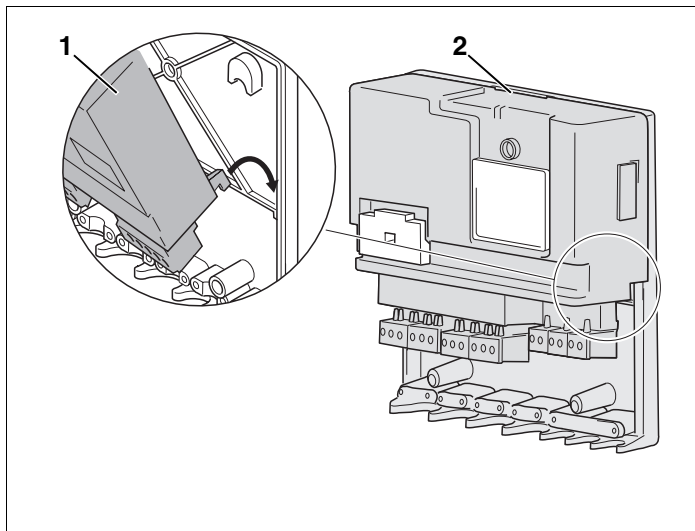

Рис. 10 Вставить и защелкнуть функциональный модуль
- Установить функциональный модуль (рис. 10, **поз. 1**) сначала снизу в настенный кронштейн, затем защелкнуть на замок (рис. 10, **поз. 2**).